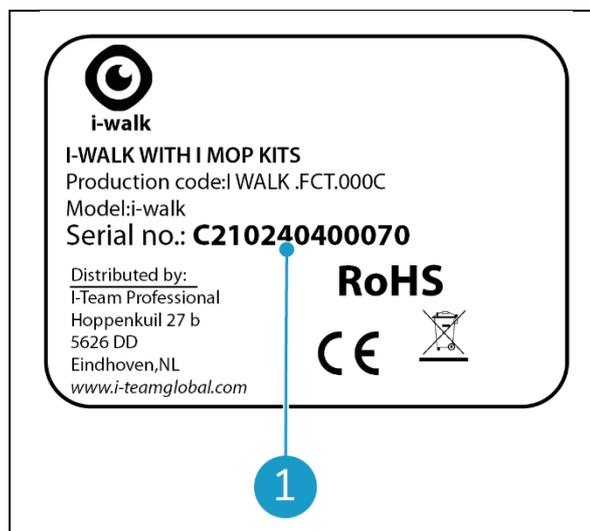

Figure 3
Chaque i-walk possède un numéro de série unique (Figure 3, pos. 1).